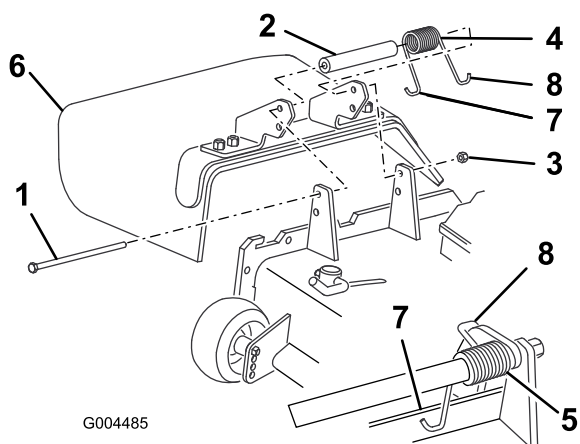

Figura 80
2. Retire la contratuerca, el perno, el muelle y el espaciador que sujetan el deflector a los soportes de pivote (Figura 80). Retire el deflector de hierba dañado o desgastado.
- Coloque el espaciador y el muelle entre los soportes del deflector de hierba nuevo (Figura 80). Coloque el gancho en J del extremo izquierdo del muelle detrás del reborde de la carcasa.
Nota: Asegúrese de colocar el gancho en J del extremo izquierdo del muelle detrás del reborde de la carcasa antes de instalar el perno, según muestra Figura 80.
- Instale el perno y la tuerca. Coloque el extremo derecho en J del muelle alrededor del deflector de hierba (Figura 80).